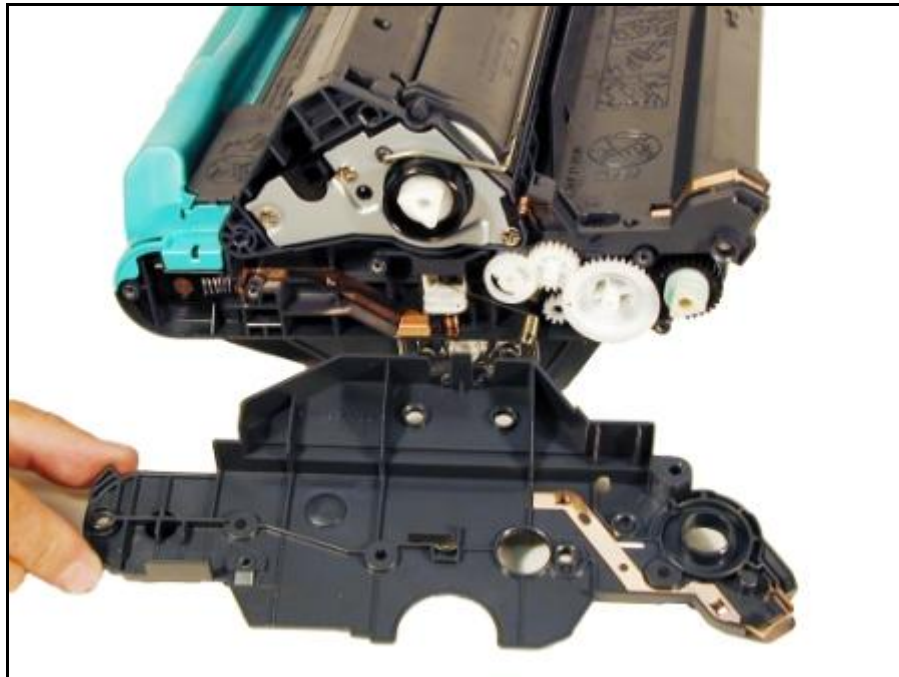

Ilustración 10
7. Retire la cubierta lateral Ver Ilustración 10